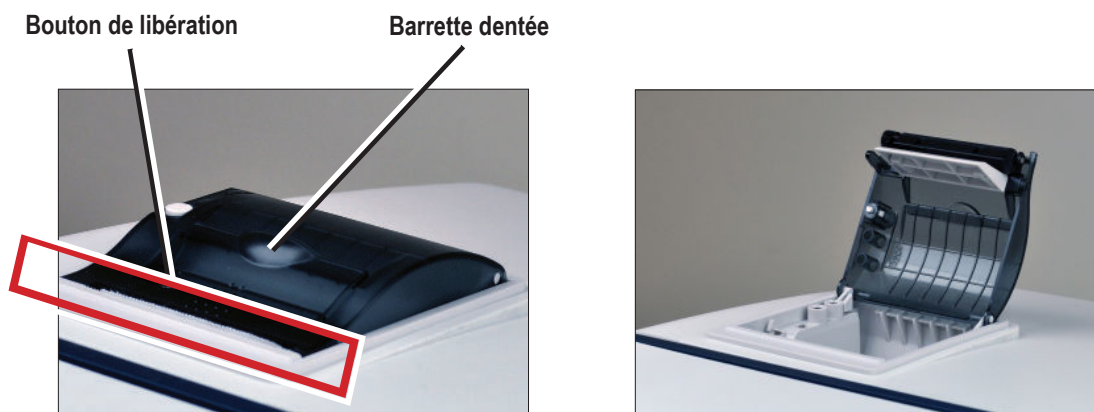

Figure 6.2 Couvercle d'imprimante fermé (à gauche) et ouvert (à droite)
1. Sur le dessus de l'analyseur, insérez un doigt dans l'ouverture du couvercle de l'imprimante (Figure 6.2).